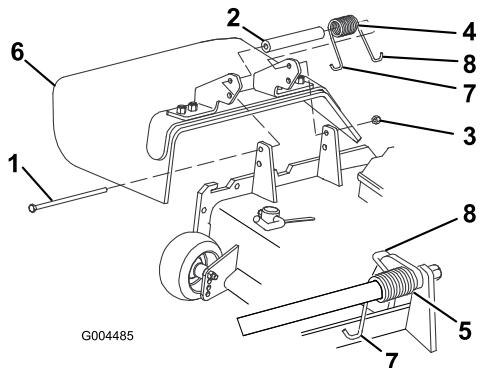

Figura 78
de pivote (Figura 78). Retire el deflector de hierba dañado o desgastado.
3. Coloque el espaciador y el muelle entre los soportes del deflector de hierba nuevo (Figura 78). Coloque el gancho en J del extremo izquierdo del muelle detrás del reborde de la plataforma.
- Nota:** Asegúrese de colocar el gancho en J del extremo izquierdo del muelle detrás del reborde de la plataforma antes de instalar el perno, según muestra Figura 78.
4. Instale el perno y la tuerca. Coloque el extremo derecho en J del muelle alrededor del deflector de hierba (Figura 78).